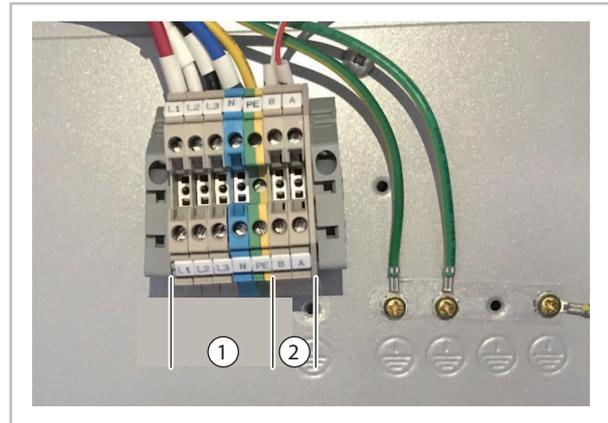

Abb. 9: Anschlussklemme Außenmodul WKF/WKF-compact 170
- Bei der Serie WKF/WKF-compact 170 ist es darauf zu achten, dass nur die Klemmen L1(R), L2(S), L3(T) und N angeschlossen werden (siehe Abb. 9).